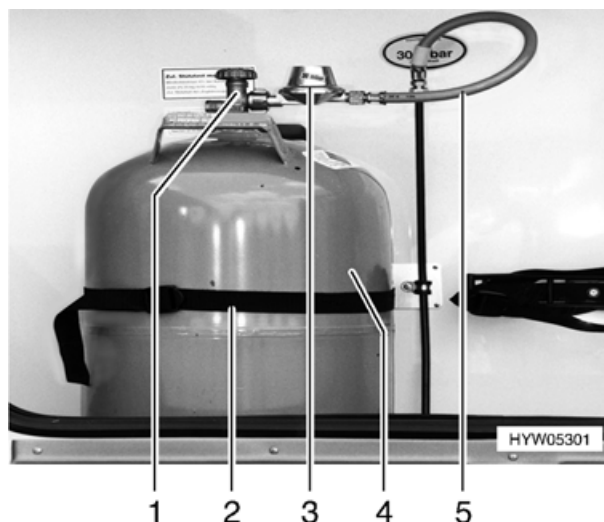

Fig. 43 Vano portabombole
- Chiudere la valvola principale (Fig. 43,1) della bombola del gas (Fig. 43,4). Osservare la direzione della freccia.
- Svitare a mano il regolatore di pressione (Fig. 43,3) del gas, con tubo (Fig. 43,5), dalla bombola del gas (filettatura sinistrorsa).
- Allentare la cinghia di fermo (Fig. 43,2) ed estrarre la bombola del gas.